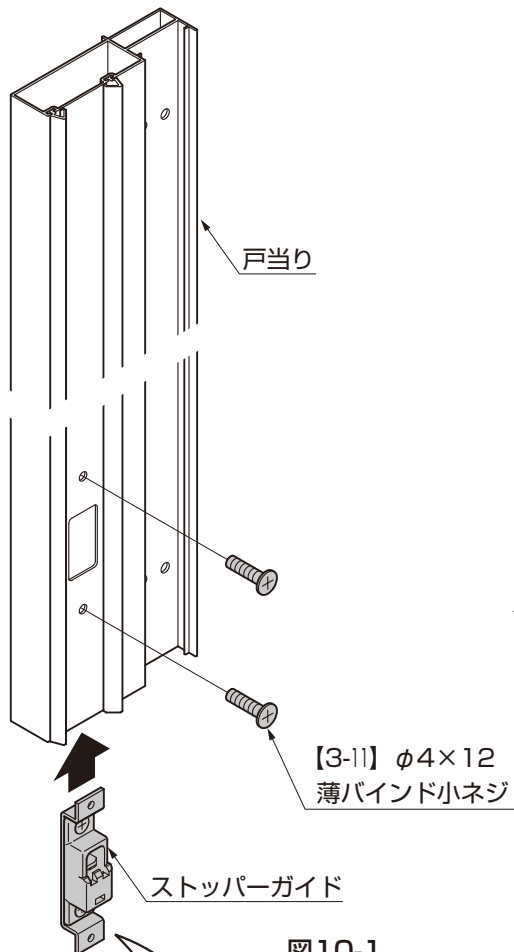

図10-1
- ①ストッパーガイドを戸当りの下部より挿入し、【3-11】で取付けてください。(図10-1参照)